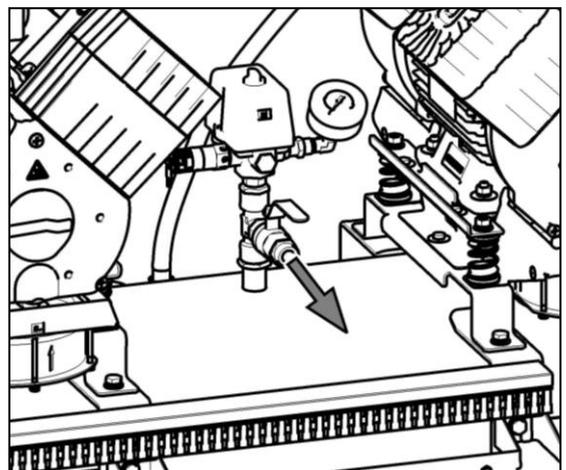

Рис. 9
- На выходе сжатого воздуха из ресивера установлен концевой шаровой клапан с внутренней резьбой G1/2" (рис. 9).